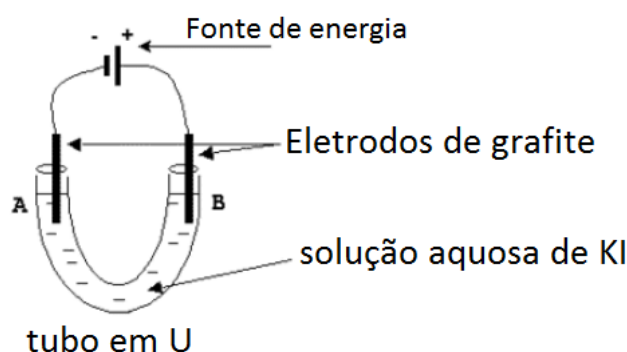

Figura 2: Montagem para a eletrólise de uma solução de KI
- 1- Faça uma montagem conforme o esquema da figura 2 abaixo;